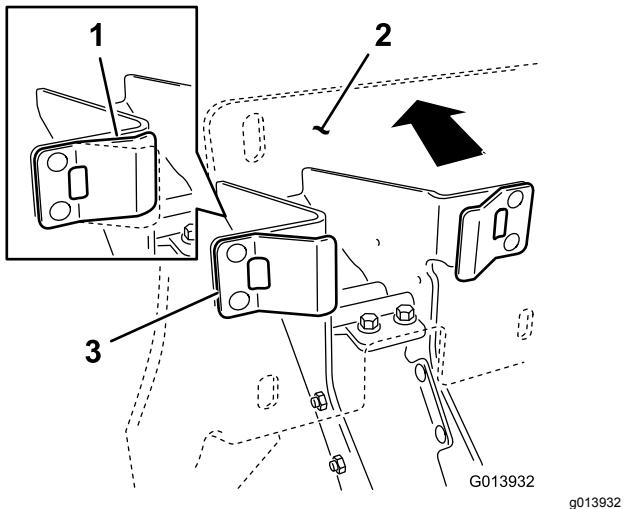

図 19
4. プラスチック製のストップがスプリングのタブに接触していることを確認し、クレードルのバックプレート・アセンブリに力をかけて、スプリングタブを途中まで縮める図19